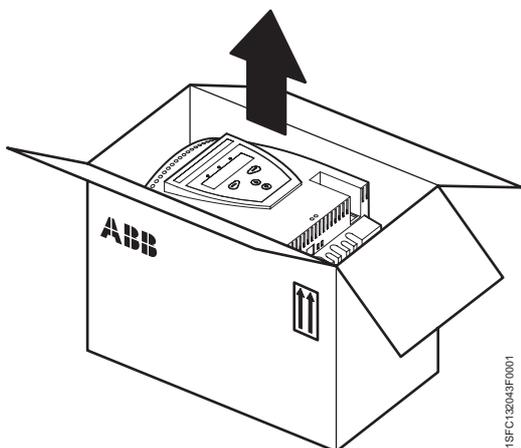

Figure 1: Emballage
- Veillez à poser l'emballage suivant les indications de la figure 1.